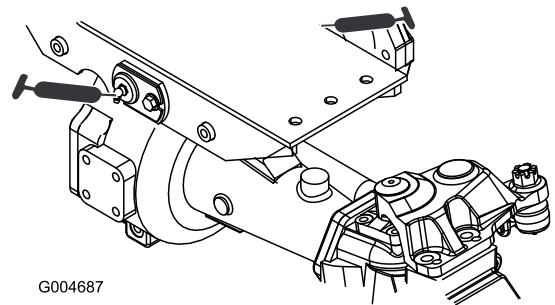

Bild 36
- Drehbüchsen an der Vorder- und Hinterachse (2) (Bild 36)